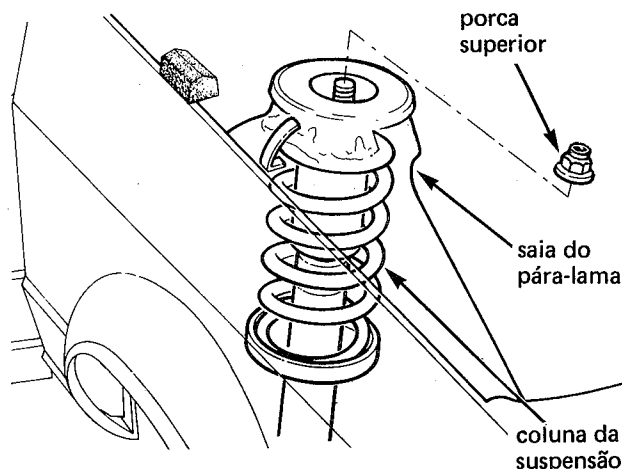

fig. 38
6. Remover a porca superior de fixação da coluna, e retirar o conjunto da coluna da suspensão (fig. 38)